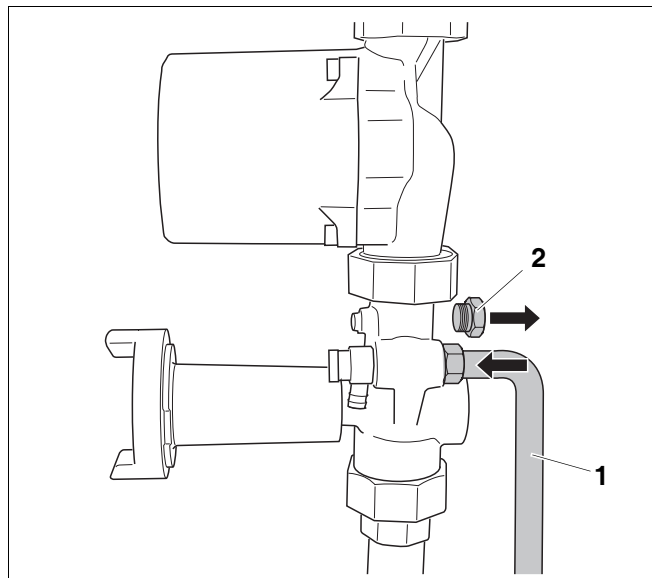

Bild 14 Ansluta expansionskärlet
- Ta bort blindlocket (bild 14, pos. 2) och anslut rörledningen.
- Montera expansionskärlet (tillbehör) via en rörledning (bild 14, pos. 1) vid anslutningen ovanför den blå underhållsarmaturen (returledning).